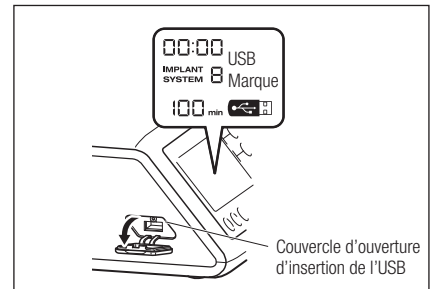

Fig.13
- 2) Insérez complètement la mémoire USB. La marque USB apparaîtra sur l'ECRAN LCD une fois que l'appareil reconnaîtra l'USB. (Fig.13)